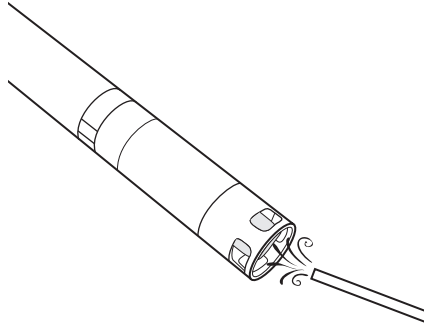

Figura 73 Mantenimiento del sensor de amonio y nitrato
1. Limpie con cuidado el sensor de amonio o nitrato con un chorro fino de agua desionizada o enjuagando en alcohol y luego remojando en la solución de calibración estándar alta (Figura 73).